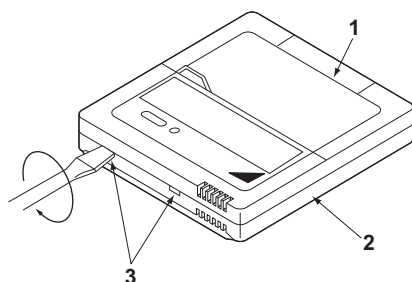

Bild 29
- (1) Sätt i en platt skruvmejsel i utrymmet mellan den övre delen och den nedre delens valv, och ta bort den övre delen. (2 platser) (Kretskortet sitter i fjärrkontrollens övre del.) **(Se bild 29)**